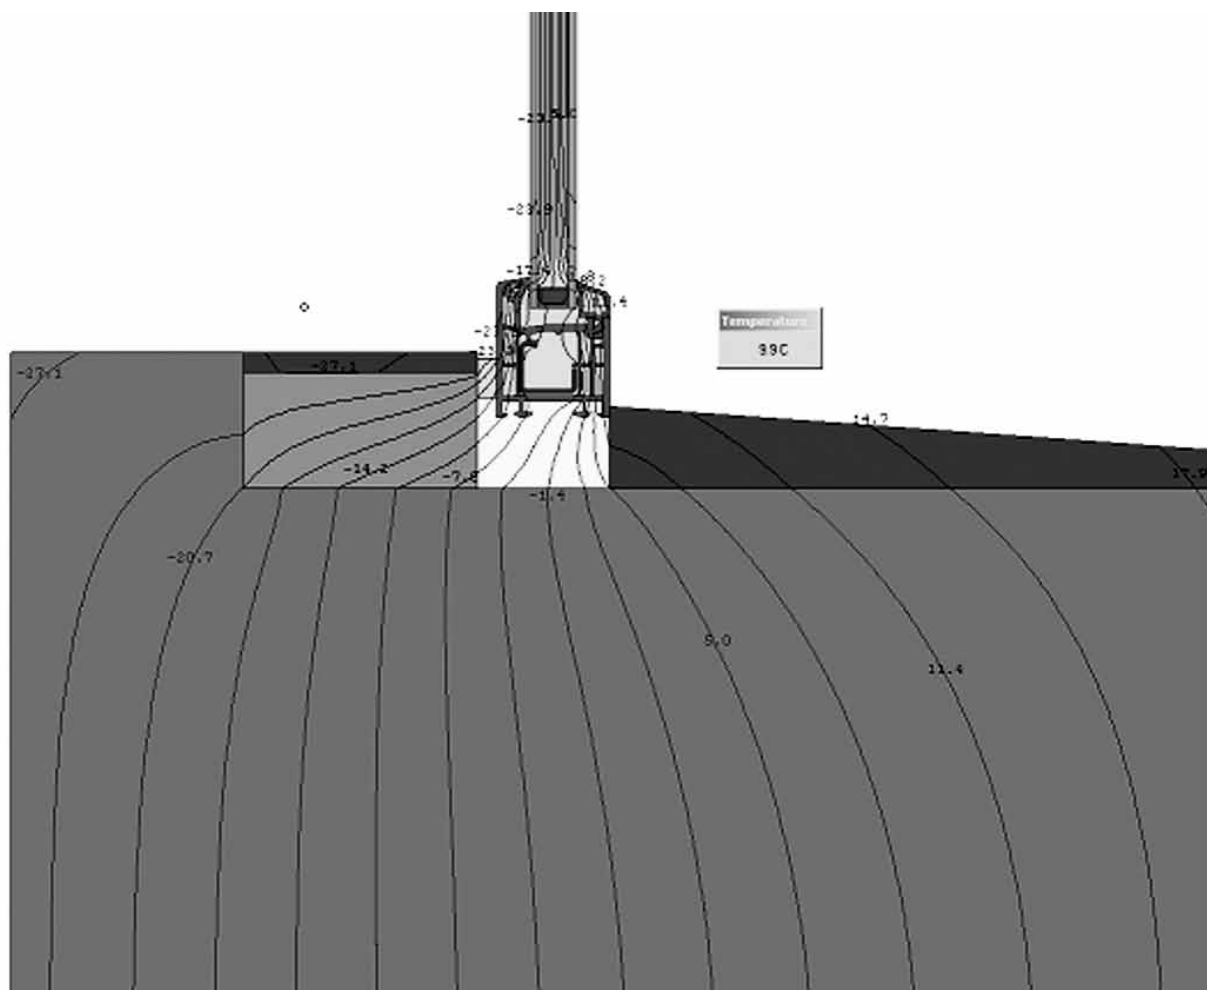
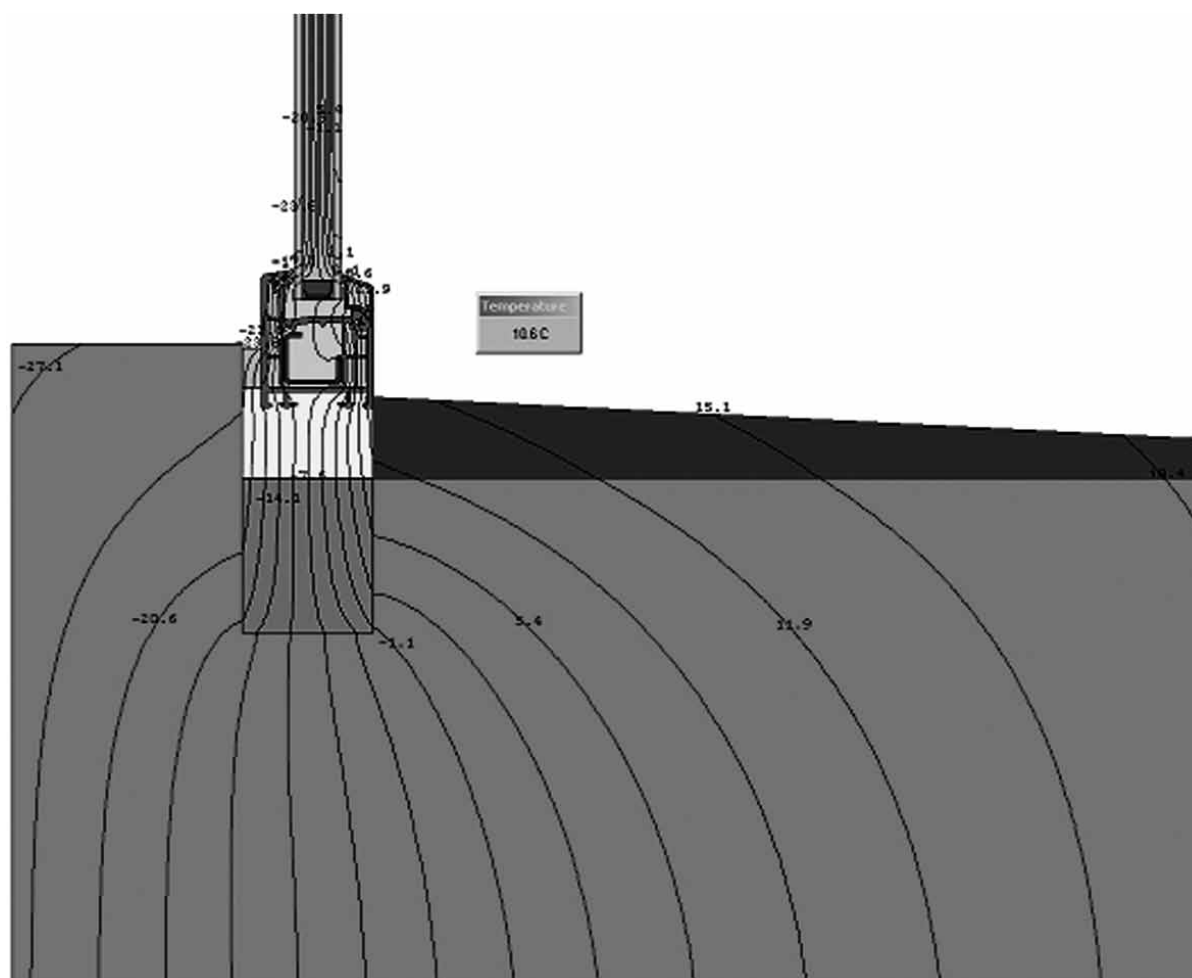

Рисунок 6.2
Рисунок 6.3
- Р Расчетная температура точки росы, согласно СП 23-101-2004 Проектирование тепловой защиты зданий, составляет $10,7^\circ\text{C}$. Сдвиг окна вглубь помещения (рис. 6.2) не позволяет повысить температуру на внутренних откосах выше $10,7^\circ\text{C}$, при этом возникает необходимость выполнения работ с наружной стороны стены, что связано с повышенным риском и повышенными затратами на подготовку. Врезка утеплительного вкладыша (рис. 6.3) более эффективный способ, однако подготовка углубления требует больших трудозатрат, также в процессе производится большое количество шума и грязи, что зачастую неприемлемо. На рисунках хорошо видно, что наиболее эффективный результат